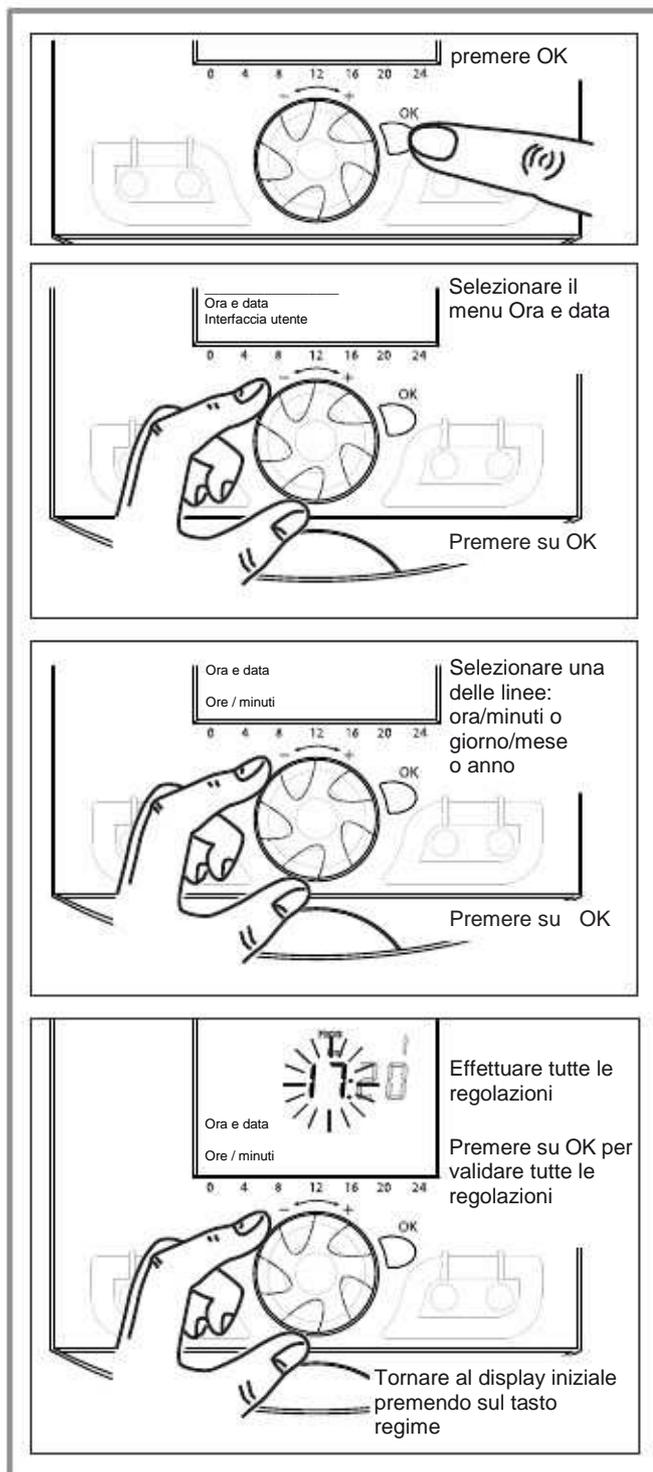

figura 51 – Regolazione dell'ora e della data
- Regolare l'ora e la data in corso (figura 51)